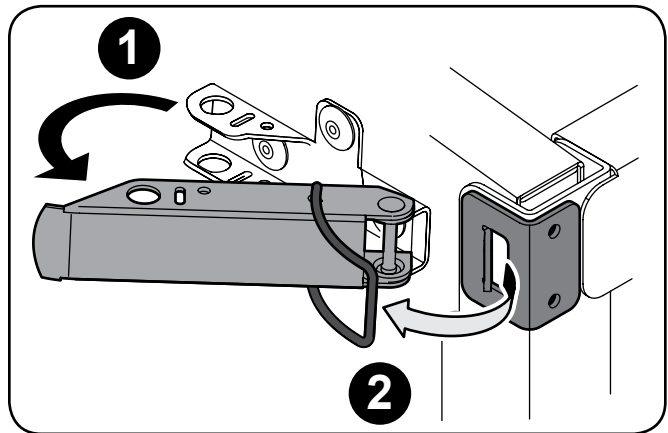

Figura 4-5
2. Desenganche la puerta trasera de la caja de carga de acero. Consulte "Figura 4-5".